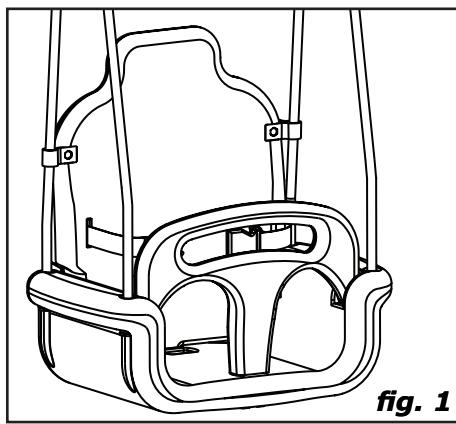
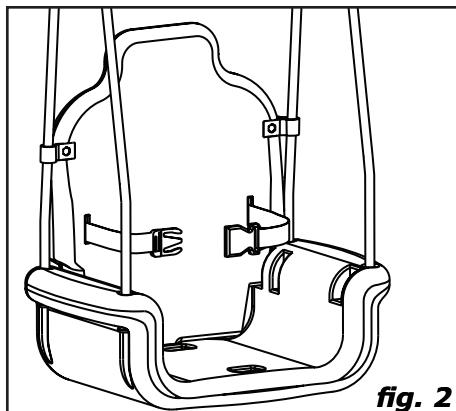

fig. 1
fig. 2
3. Het gebruik van het product is enkel toegelaten onder voortdurend toezicht van een volwassene. Het product zoals aangegeven in fig. 1 is enkel geschikt voor kinderen van 9 tot 36 maanden, vermits zelfstandig rechtzitten vereist is en de afmetingen en constructie van het product niet afgestemd zijn op kinderen ouder dan 3 jaar. Het product zoals aangegeven in fig. 2 & 3 is ongeschikt voor kinderen jonger dan 36 maanden, bij gebrek aan extra veiligheidsvoorzieningen en gezien de beperkte mentale mogelijkheden van peuters.
3. L'utilisation du produit est uniquement autorisée sous contrôle d'un adulte. Le produit comme montré dans fig. 1 convient uniquement aux enfants entre 9 et 36 mois, puisqu'il exige la capacité de rester assis de façon autonome et puisque les dimensions et la construction du produit ne sont pas adaptées aux enfants de plus de 3 ans. Le produit comme montré dans fig. 2 & 3 ne convient pas aux enfants de moins de 36 mois par manque de mesures de sécurité supplémentaires et à cause des capacités mentales limitées des petits enfants.
EN The product as shown in fig. 1 is only suitable for children from 9 months to 36 months of age, because the child needs to be able to sit upright unaided and the dimensions and construction of the product are not suitable for children older than 36 months of age.
FR Le produit comme montré dans fig. 1 convient uniquement aux enfants entre 9 et 36 mois, puisqu'il exige la capacité de rester assis de façon autonome et puisque les dimensions et la construction du produit ne sont pas adaptées aux enfants de plus de 3 ans.
NL Het product zoals aangegeven in fig. 1 is enkel geschikt voor kinderen van 9 tot 36 maanden, vermits zelfstandig rechtzitten vereist is en de afmetingen en constructie van het product niet afgestemd zijn op kinderen ouder dan 3 jaar.
DE Das Produkt als in Fig. 1 angegeben ist nur geeignet für Kinder von 9 bis 36 Monaten, weil Selbstständig sitzen notwendig ist und weil die Abmessungen und Konstruktion des Produktes nicht geeignet sind für Kinder über 3 Jahren.
ES Este producto como mostrado en fig. 1 es solamente conveniente para niños de 9 hasta 36 meses, puesto que poder sentarse derecho independiente es necesario y que las dimensiones y la construcción del producto son inadecuadas para los niños mayores de 3 años.
IT Questo prodotto così mostrare in fig. 1 è unicamente adatto per bimbi tra 9 e 36 mesi perché ci vuole la capacità di rimanere seduto in modo autonomo e perché le dimensioni e la costruzione del prodotto non sono adatte per bimbi di età superiore a 3 anni.
EN The product as shown in fig. 2 & 3 is unsuitable for children younger than 36 months of age, due to a lack of extra safety precautions and taking into account the limited mental capacities of toddlers.
FR Ce produit comme montré dans fig. 2 & 3 ne convient pas aux enfants de moins de 36 mois par manque de mesures de sécurité supplémentaires et à cause des capacités mentales limitées des petits enfants.
NL Het product zoals aangegeven in fig. 2 & 3 is ongeschikt voor kinderen jonger dan 36 maanden, bij gebrek aan extra veiligheidsvoorzieningen en gezien de beperkte mentale mogelijkheden van peuters.
DE Das Produkt als in Fig. 2 & 3 angegeben ist nicht geeignet für Kinder unter 36 Monaten, weil extra Sicherheitsmaßnahmen fehlen und durch die eingeschränkte mentale Fähigkeit des Kindes.
ES El producto como mostrado en fig. 2 & 3 es inadecuado para los niños más joven de 36 meses, por carencia de las fuentes adicionales de la seguridad y las posibilidades mentales restrictas de niños pequeños.
IT Il prodotto così mostrare in fig. 2 & 3 non è adatto ai bimbi di età inferiore a 36 mesi per mancanza di misure di sicurezza supplementari ed a causa delle capacità mentali limitate dei bimbi.
3. Das Benutzen von diesem Produkt ist nur zugelassen unter der ständigen Aufsicht eines Erwachsenen. Das Produkt als in fig. 1 angegeben ist nur geeignet für Kinder von 9 bis 36 Monaten, weil Selbstständig sitzen notwendig ist und weil die Abmessungen und Konstruktion des Produktes nicht geeignet sind für Kinder über 3 Jahren. Das Produkt als in Fig. 2 & 3 angegeben ist nicht geeignet für Kinder unter 36 Monaten, weil extra Sicherheitsmaßnahmen fehlen und durch die eingeschränkte mentale Fähigkeit des Kindes.
3. El uso de este producto esta solo permitido con vigilancia de un adulto. Este producto como mostrado en fig. 1 es solamente conveniente para niños de 9 hasta 36 meses, puesto que poder sentarse derecho independiente es necesario y que las dimensiones y la construcción del producto son inadecuadas para los niños mayores de 3 años. El producto como mostrado en fig. 2 & 3 es inadecuado para los niños más joven de 36 meses, por carencia de las fuentes adicionales de la seguridad y las posibilidades mentales restrictas de niños pequeños.
3. Il prodotto deve essere utilizzato esclusivamente sotto la costante supervisione di un adulto. Questo prodotto così mostrare in fig. 1 è unicamente adatto per bimbi tra 9 e 36 mesi perché ci vuole la capacità di rimanere seduto in modo autonomo e perché le dimensioni e la costruzione del prodotto non sono adatte per bimbi di età superiore a 3 anni. Il prodotto così mostrare in fig. 2 & 3 non è adatto ai bimbi di età inferiore a 36 mesi per mancanza di misure di sicurezza supplementari ed a causa delle capacità mentali limitate dei bimbi.